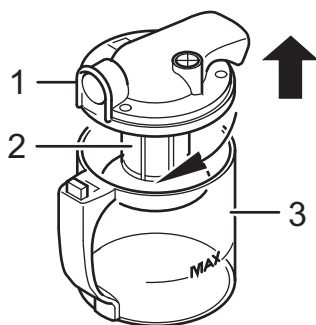

Abb. 21
3. Nehmen Sie den Deckel (Abb. 21/1) vom Staubbehälter (Abb. 21/2) ab.
4. Entfernen Sie das Filtergitter (Abb. 21/3), das den Lamellen-Zentralfilter vor groben Verschmutzungen schützt. Drehen Sie es dazu nach rechts und ziehen Sie es nach unten heraus.